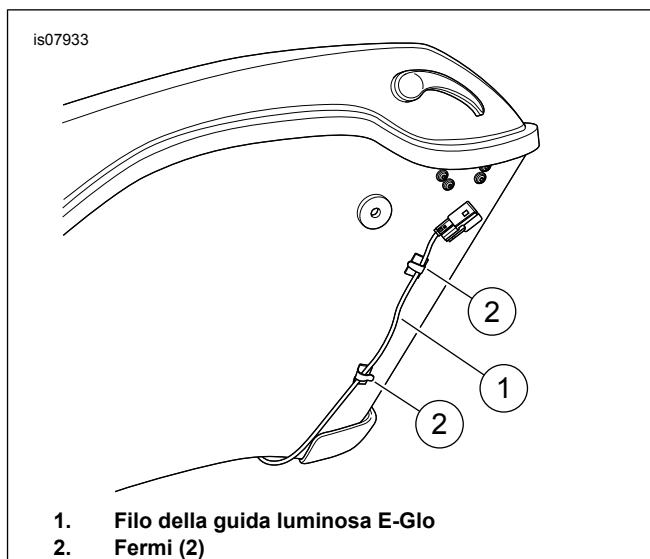

Figura 2. Disposizione dei fili
13. Vedere Figura 2. Disporre il cablaggio della guida luminosa E-Glo come indicato. Tenere il filo con i fermi forniti nel kit.